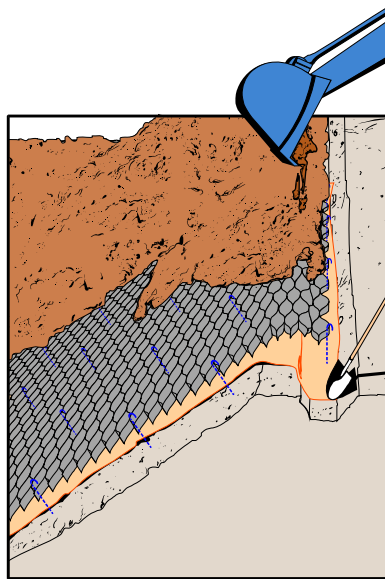
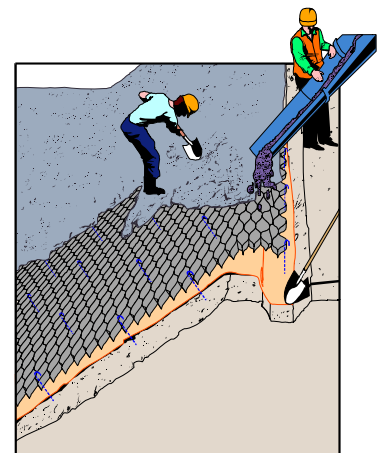

Figura 19 Excavadora
Figura 23 Canalón
- Puede utilizarse una serie de equipos, tal como se aprecia en las ilustraciones de la Figura 19 a la Figura 23.